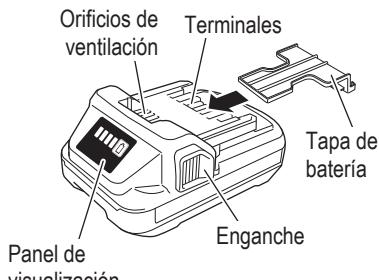

Fig. 4
- Instale el paquete de baterías en la herramienta eléctrica o almácelo presionando la tapa de baterías hasta que se oculten los orificios de ventilación para evitar cortacircuitos. (Ver Fig. 4)